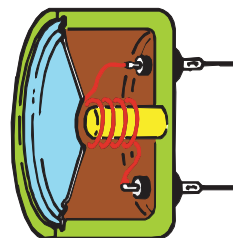

Figure 189 : Les microphones dits magnétiques sont de petits haut-parleurs. Leur membrane génère, en vibrant, une faible tension alternative.
- Electromagnétiques – Ils sont ainsi appelés car sur leur membrane est entourée une bobine qui bouge au-dessus d'un aimant, de la même façon que sur un quelconque haut-parleur (voir figure 189). Quand cette membrane commence à vibrer, une faible tension se crée aux bornes de la bobine qu'il faut ensuite amplifier de façon appropriée. Même un simple haut-parleur peut être utilisé comme un microphone. En effet, si on parle devant son cône de papier, celui-ci vibrera et on pourra alors prélever sur ses bornes, une tension alternative de quelques millivolts.